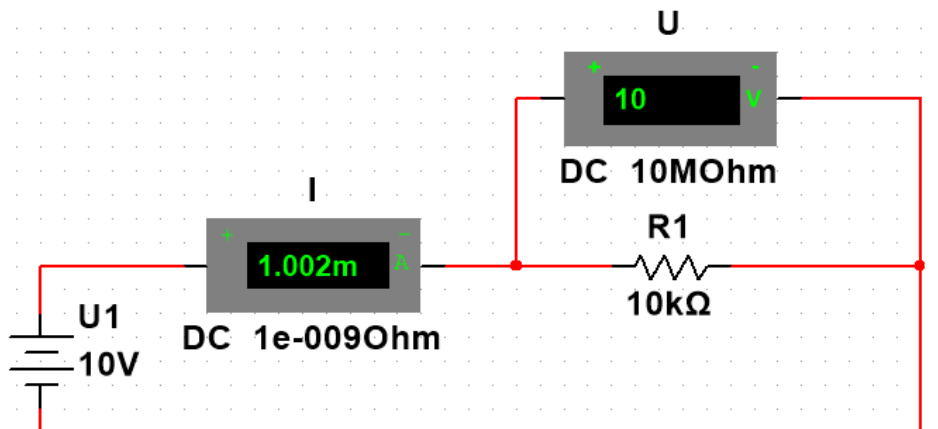

Рисунок 1.1
Зібрати схему (рис. 1.1) з наступними параметрами: $U1 = 10$ В, $R1 = N$ кОм, де N – номер варіанта. Виміряти струм в ланцюзі I_{R1} та напругу U_{R1} на резисторі $R1$ за допомогою амперметра та вольтметра, порівняти виміряні дані з розрахунками:
1. Які внутрішні опори повинні мати амперметри та мультиметри (рис. 1.1 – 1.2), щоб значення струму I_{RI} і напруги U_{RI} відповідали розрахункам згідно виразів (1.1 – 1.2)?
2. Як змінюється значення струму I_{RI} у ланцюзі при зміні опору резистора RI (рис. 1.1)?